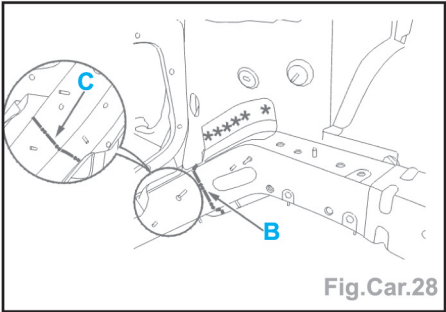

Fig.Car.28
- Découper par fraisage des points (Fig.Car.28).